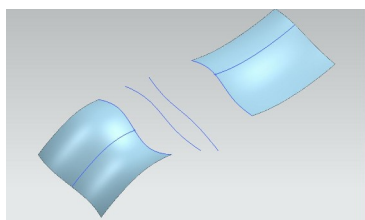
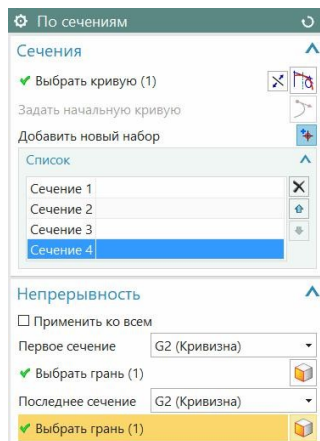

рис.51
рис.52
- Отличие данного примера от предыдущего (рис.37) состоит в том, что в нашем промежутке мы указали **пару кривых** (рис.51), по которым поверхность сглаживания обязательно должна пройти. В этом случае в диалоговом окне команды «**По сечениям**» (рис.5) мы должны указать **четыре сечения**. А для крайних сечений дополнительно укажем и *качество стыков* с предыдущей и последующей поверхностями (рис.52, 53).